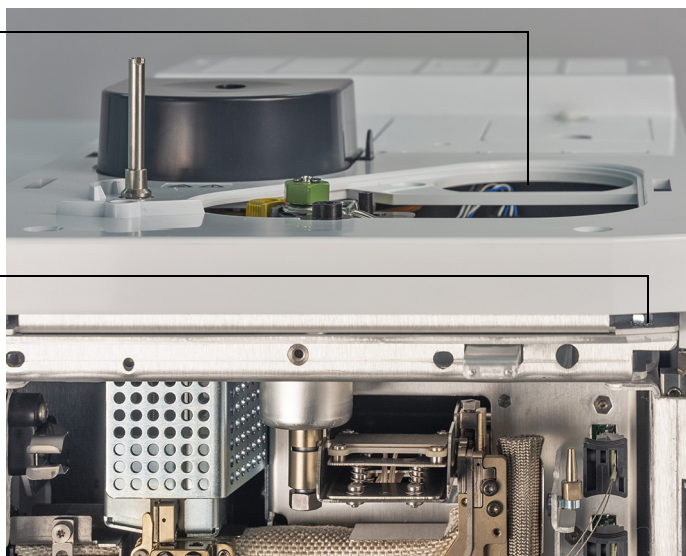

Abbildung 12. GC-Einlassabdeckung und Zugangsplatte zu den Kompressionsbolzen
- 6 Die Einlassabdeckung abnehmen. (Siehe **Abbildung 12.**)